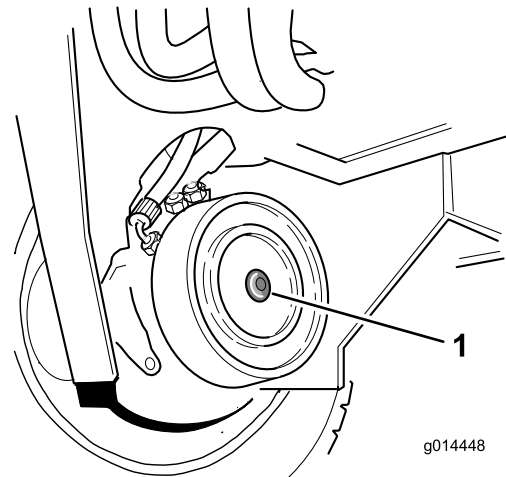

Bild 62
2. Machen Sie die rechte Vorderradmotorscheibenbremse ausfindig und entfernen Sie die Sechskantschraube (Bild 62).